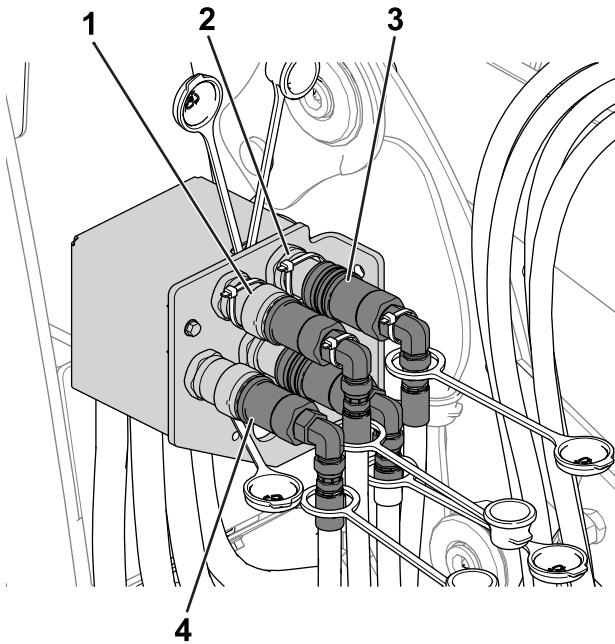

Figura 48
7. Efetue os seguintes passos para desligar os acopladores hidráulicos (Figura 48):